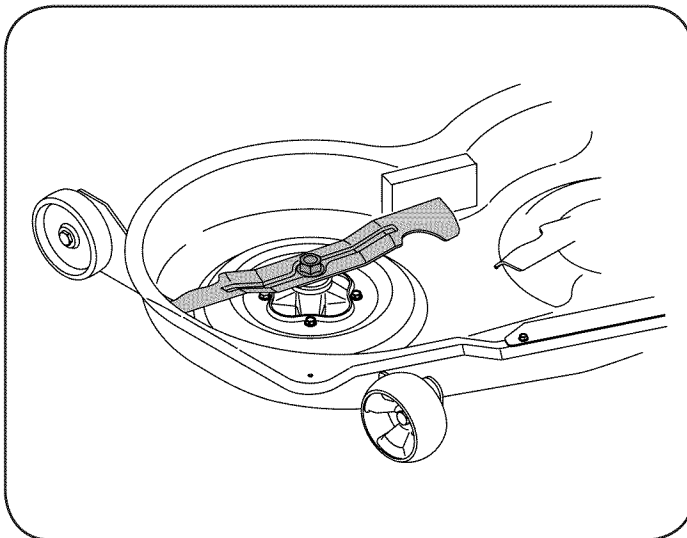

Figura 17
2. Coloque un bloque de madera entre el deflector del alojamiento central de la plataforma y la cuchilla de corte, para que actúe como estabilizador. Vea la Figura 17.
3. Extraiga la tuerca de brida hexagonal que asegura la cuchilla al montaje del husillo. Vea la Figura 17.